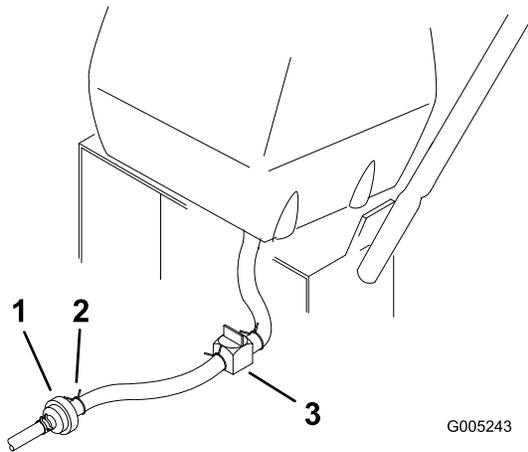

Bild 27
3. Schließen Sie den Kraftstoffhahn am Kraftstofftank (Bild 27).
4. Drücken Sie die Enden der Schlauchklemme zusammen und schieben Sie sie an der Kraftstoffleitung entlang, vom Kraftstofffilter weg (Bild 27).
5. Ziehen Sie die Kraftstoffleitung vom Kraftstofffilter (Bild 27).